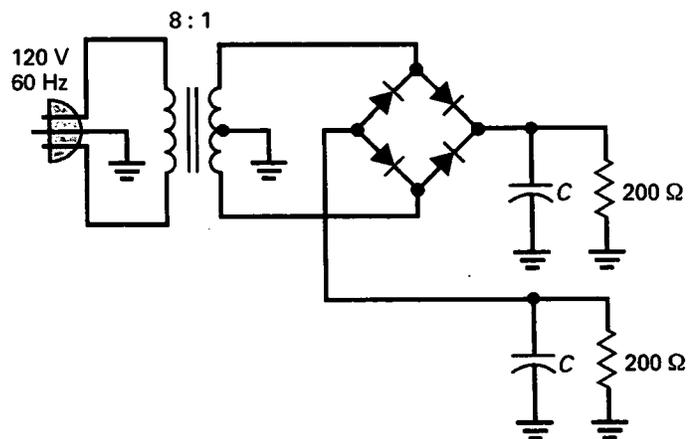

Figura 4-45
- 4-42. La fuente de alimentación de la Figura 4-45 tiene dos tensiones de salida. ¿Cuáles son sus valores aproximados?
- 4-43. Una resistencia inicial de $4,7\ \Omega$ se añade a la Figura 4-45. ¿Cuál es el valor máximo posible para la corriente inicial?